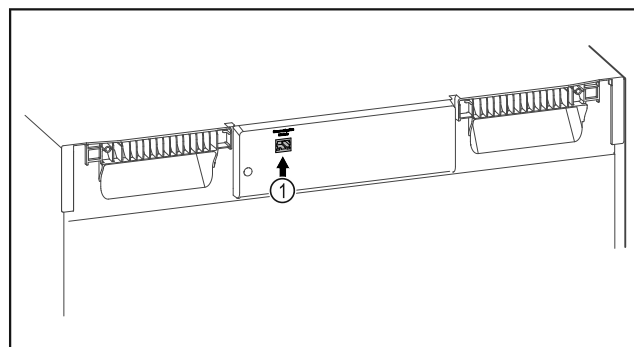

Fig. 102
- Използва се SmartModule Fig. 102 (1).